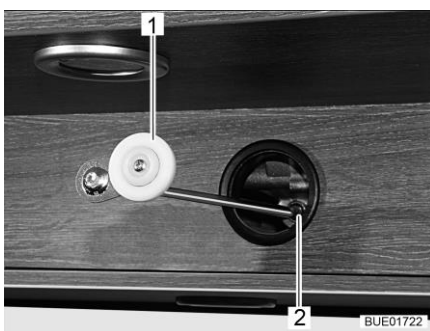

Fig. 152 Comando meccanico, azionamento
- Inserire nell'alloggiamento del motore (Fig. 151,1 e Fig. 152,2) la manovella (Fig. 152,1) a disposizione o una chiave esagonale.